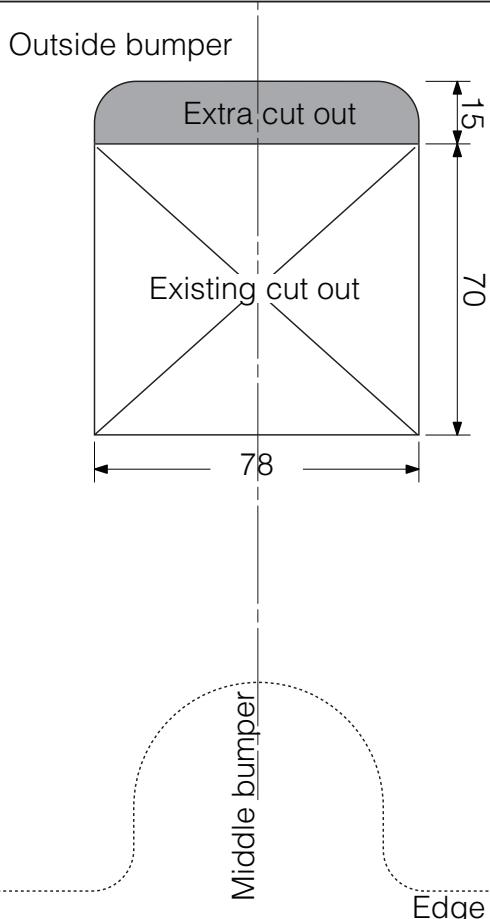

Fig.2
8. Внимание! Инструкция только для автомобиля-универсала: Выпилить часть из бампера в середине снизу, как указано на рис. 2.